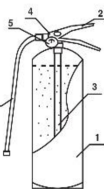

Рис. 1
4.1. Огнетушитель (рис. 1) состоит из корпуса 1, наполненного огнетушащим порошком 7. На горловине закреплено запорно-пусковое устройство 4 с индикатором давления 5. ЗПУ оснащено ручкой для переноски огнетушителя и ручкой для управления подачей порошка 2. Огнетушитель оснащен сифонной трубкой 3, гибким рукавом 6 (кроме ОП-1, ОП-2, ОП-3) и распылителем для получения факела распыла порошка. Огнетушитель оснащен чекой для предотвращения саморазбавления.
На баллоне нанесена маркировка в одну, две или три строки. Допускается размещение наклейки (надписи) в центральной части цилиндрической поверхности, граничащей с верхней крышкой: по диаметру крышки, вдоль баллона по высоте, по диаметру цилиндрической части обечайки в нижней, средней или верхней частях обечайки (смотри рис.1). Содержащая следующую информацию: